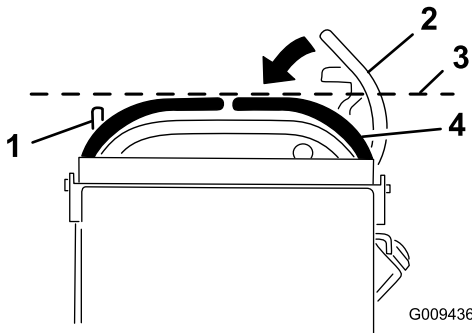

Figura 67
3. Empuje la palanca de control de movimiento derecha hacia abajo, sacándola de la posición de BLOQUEO/PUNTO MUERTO (Figura 67).
4. Compruebe que la palanca de control de movimiento de la derecha quede alineada en sentido horizontal con la palanca de control de movimiento de la izquierda (Figura 67).